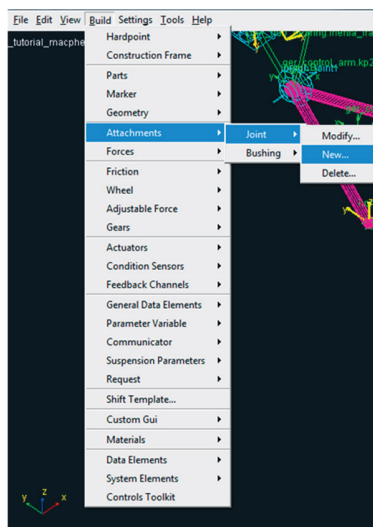

Figura 4.76 – Criando uma nova junta.
- Acesse o menu *Build* → *Attachments* → *Joint* → *New* (Figura 4.76).